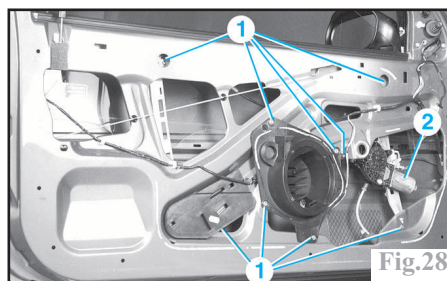

Fig.28
À l'aide d'une perceuse équipée d'un foret Ø 6,4 mm, percer les rivets (1) (Fig.28) afin de libérer le mécanisme (2). Prendre soin de ne pas percer le panneau de porte. Selon équipement, déconnecter le faisceau de lève-vitre électrique.